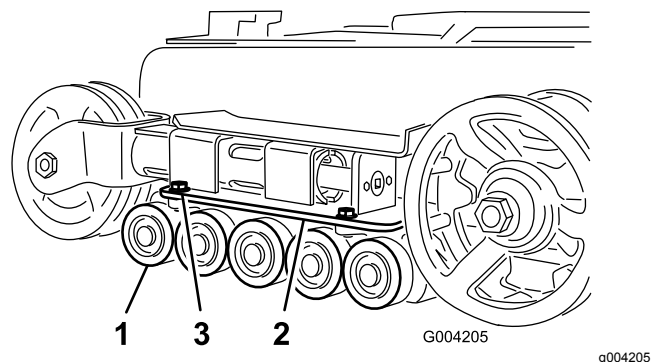

Figura 50
2. Retire los 4 pernos que sujetan cada guía de oruga inferior, que contienen las ruedas de rodaje, y retírelas (**Figura 50**).